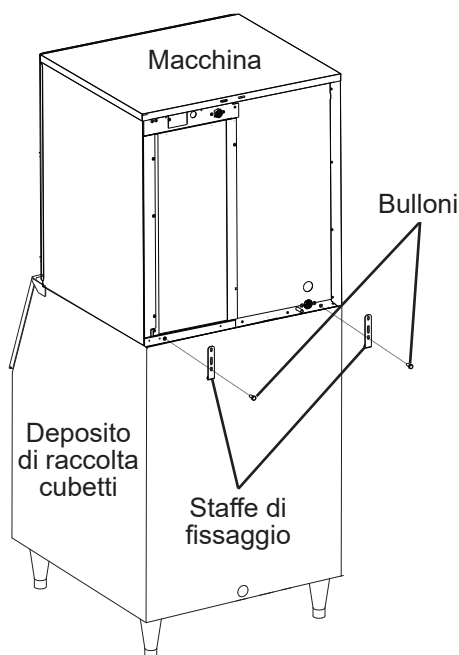

Fig. 2
- 4) Fissare la macchina al deposito di raccolta utilizzando le 2 staffe di fissaggio e i due bulloni in dotazione. Vedere Fig. 2.
- 6) Macchina: ricollocare i pannelli nel modo corretto. Vedere Fig. 2.